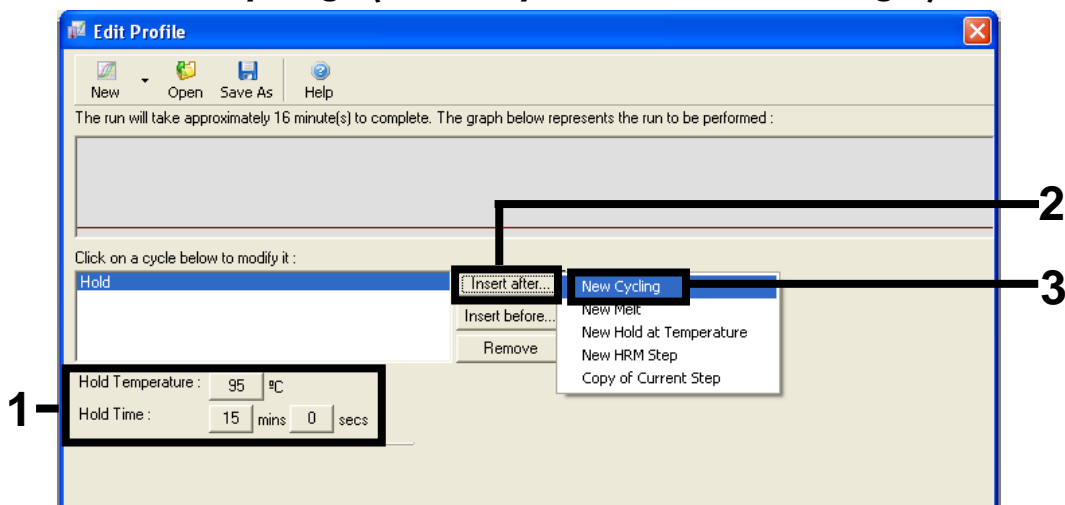

Abbildung 5. Erster Inkubationsschritt bei 95 °C
8. Ändern Sie den Wert für „Hold Temperature“ (Temperatur halten) auf 95 °C und den für „Hold Time“ (Zeit halten) auf 15 min. Klicken Sie auf die Schaltfläche „Insert after“ (Einfügen nach) und wählen Sie „New Cycling“ (Neuer Zyklus, siehe Abbildung 5).